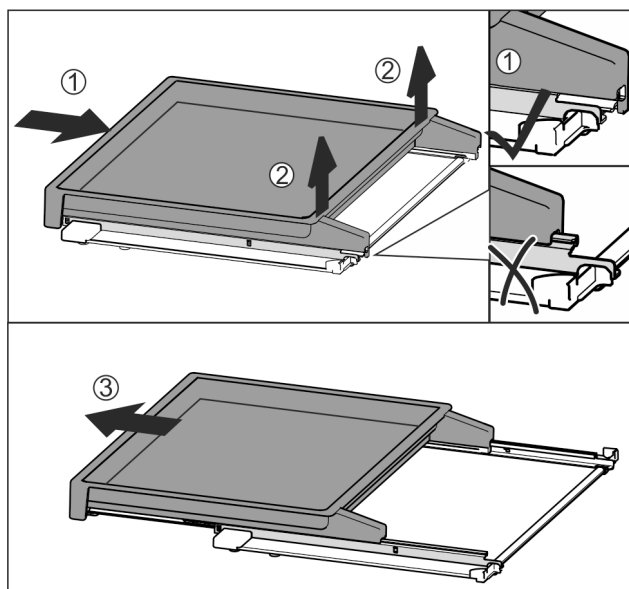

Fig. 32
- ▶ Uitschuifplateau volledig erin schuiven Fig. 32 (1).
- ▶ Vergrendeling aan de achterkant losmaken Fig. 32 (2).
- ▶ Uitschuifplateau vanaf de voorkant eruit halen Fig. 32 (3).